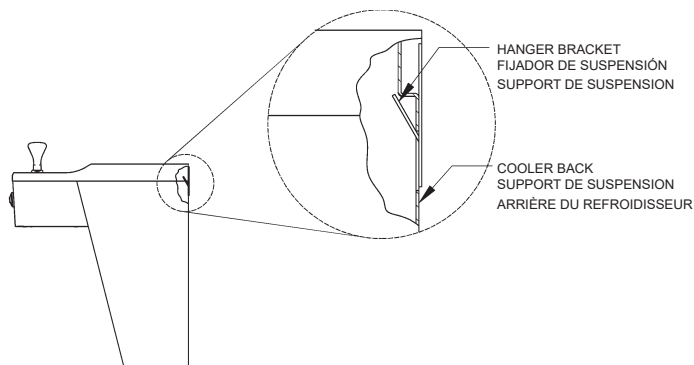

Fig. 3
- 4) Hang the cooler on the hanger bracket. Be certain the hanger bracket is engaged properly in the slots on the cooler back as shown in Fig. 3.
- 5) Loosen the two (2) screws holding the lower front panel at the bottom of cooler base and two (2) screws at the top. Remove the front panel and set aside.
- 4) Installez le refroidisseur sur les supports en vous assurant que ceux-ci sont bien installés dans les fentes à l'arrière du refroidisseur tel qu'indiqué à la figure 3.
- 5) Dégagez les deux (2) vis retenant le panneau inférieure avant au bas de la base du refroidisseur ainsi que deux (2) vis sur le dessus. Retirez le panneau avant et mettez-le de côté.